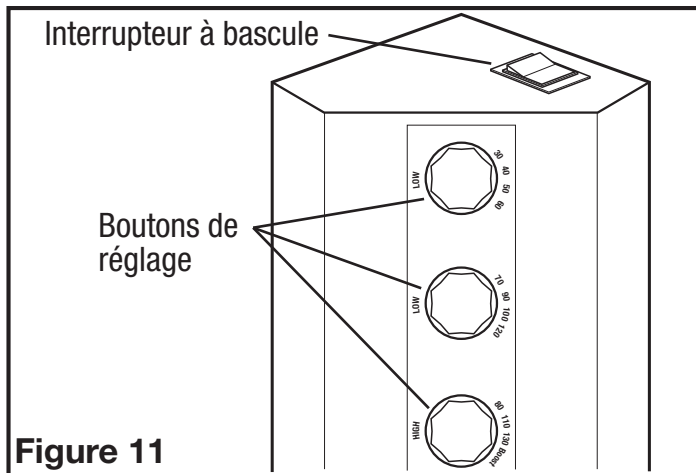

Figure 11
4. **MODÈLES À VITESSE VARIABLE** : Décidez d'abord si vous aurez besoin de plus ou de moins de 65 CFM de ventilation à vitesse lente. Si vous avez besoin de moins de 65 CFM, placez l'interrupteur à bascule de la limite inférieure de CFM sur une portée de 30-60. Si vous avez besoin de plus de 65 CFM, placez l'interrupteur à bascule de la limite inférieure de CFM sur une portée de 70-120. Une fois que vous avez décidé sur le flux d'air minimum requis, le niveau de CFM à basse vitesse du ventilateur peut être ajusté à l'aide du bouton de réglage inférieur (30-60 CFM) ou du bouton de réglage du milieu (70-120 CFM). Le niveau de CFM à haute vitesse souhaité peut être ajusté en utilisant le plus supérieur bouton de réglage (**Figure 11**).